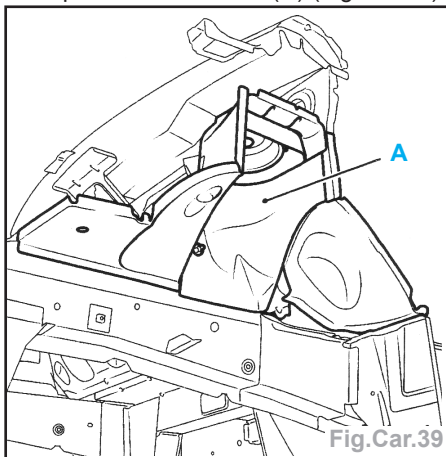

Fig.Car.39
**Nota :** il est conseillé de réaliser des points de bouchonnage au niveau de la chapelle d'amortisseur (A) (Fig.Car.39).